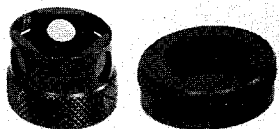

図23： 左側は、望遠鏡の接眼レンズ
5.6.2 望遠鏡の接眼レンズ用プリズムのフィルター（図23）
5.6.4 接眼レンズ用フィルター（図23）